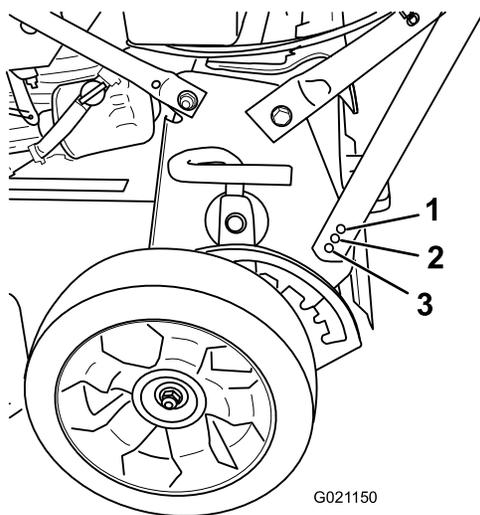

Figura 6
2. Retire o parafuso do manípulo e insira-o num dos três furos que se encontram na parte inferior do suporte do manípulo (Figura 6).